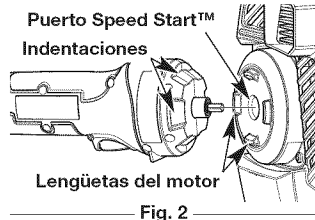

Fig. 2
- Coloque la punta con llave del arrancador eléctrico en el puerto de Speed Start™, asegurándose de que las lengüetas del motor estén a ras con las hendiduras del arrancador eléctrico. (Fig. 2)